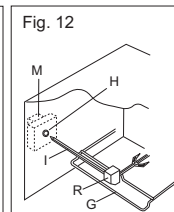

Fig. 12
- Plaats support **G** volledig in de oven, om de spies **I** in het gat **H** van motor **M** van het braadspit te laten vallen (Fig. 12).